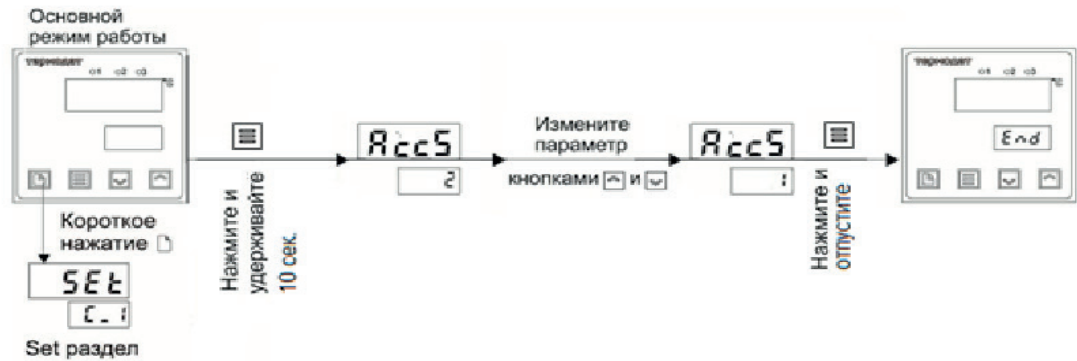

Рис. 17. Схема ограничения случайного изменения сценария работы изделия
6.15.1 В основном режиме работы, нажмите и удерживайте кнопку  в течение 10 секунд (рис. 17).